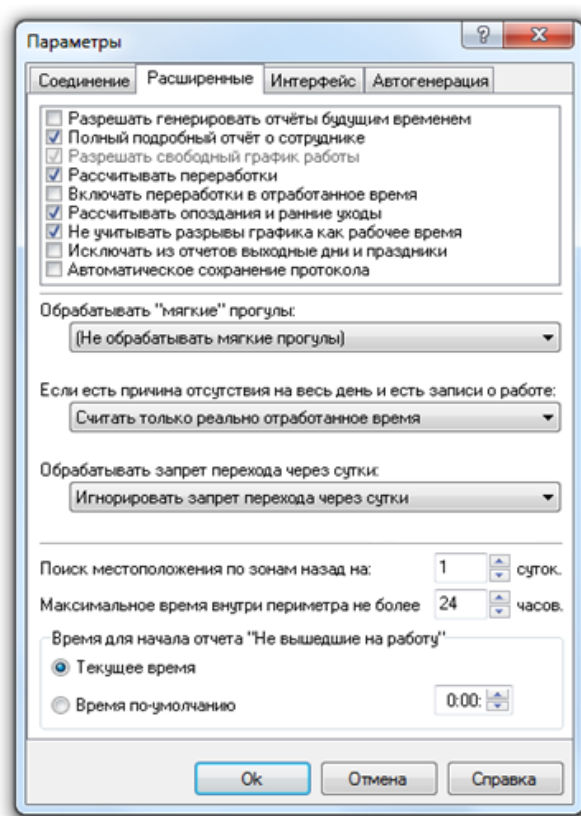

Рисунок 9-99 Определение параметров для генерации отчета
- 3) в окне «Параметры» на вкладке «Расширенные» (см. п. 9.3.1.1.2) задать параметры для генерации отчета (см. Рисунок 9-99);